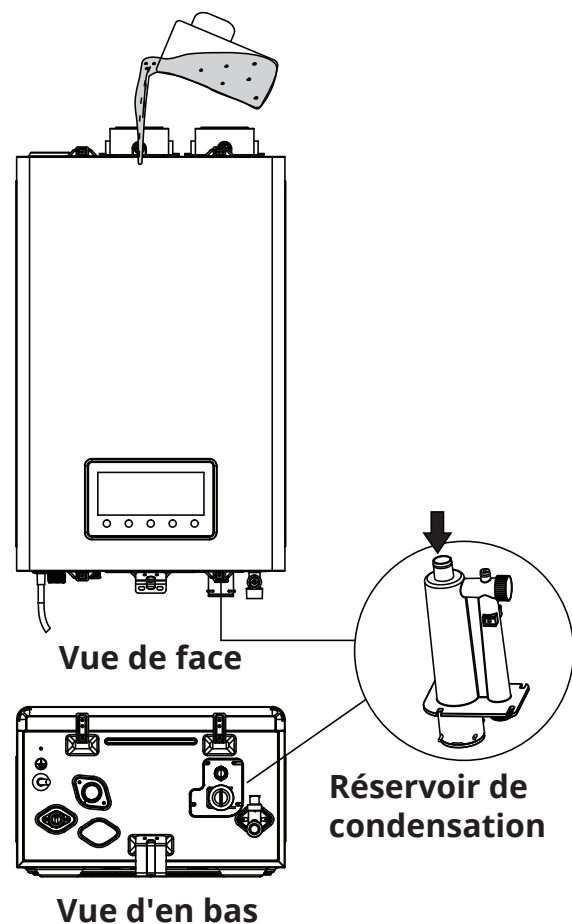

Fig 12.3
4. Remplir le réservoir de condensation à l'intérieur du chauffe-eau en versant de l'eau par le conduit d'évacuation situé sur le dessus de l'unité jusqu'à ce que l'eau s'écoule par la conduite d'évacuation. Assurez-vous que l'eau s'écoule librement dans la conduite d'évacuation des condensats. (Voir la fig. 12.3)